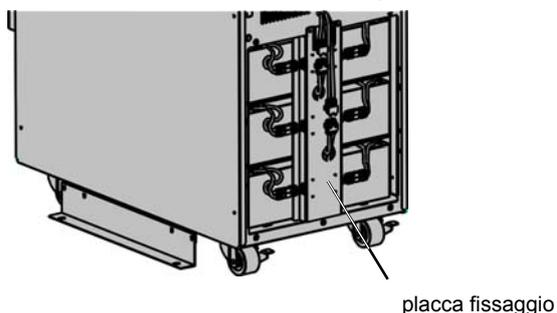

Fig. 7-2 Sostituzione Batterie - Step 2
- 2) Disconnettere i connettori DC del pacco batteria e rimuovere la placca di fissaggio. Vedi la Fig. 7-2.